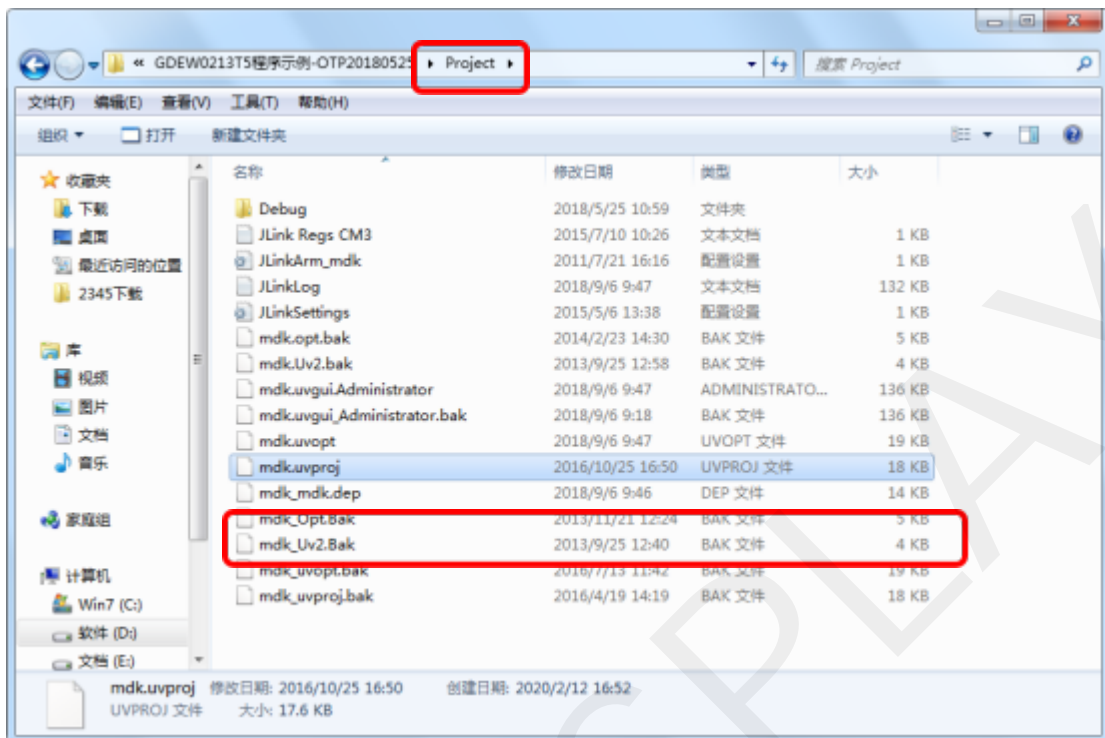

图7 打开mdk.uvproj工程文件
2) 用Keil4打开图7所示驱动程序文件夹project中的mdk.uvproj工程文件；